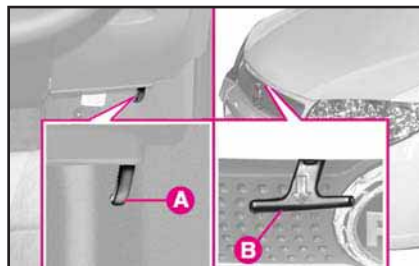

fig. 66
- 2) Premere sulla levetta **A**-fig. 66.